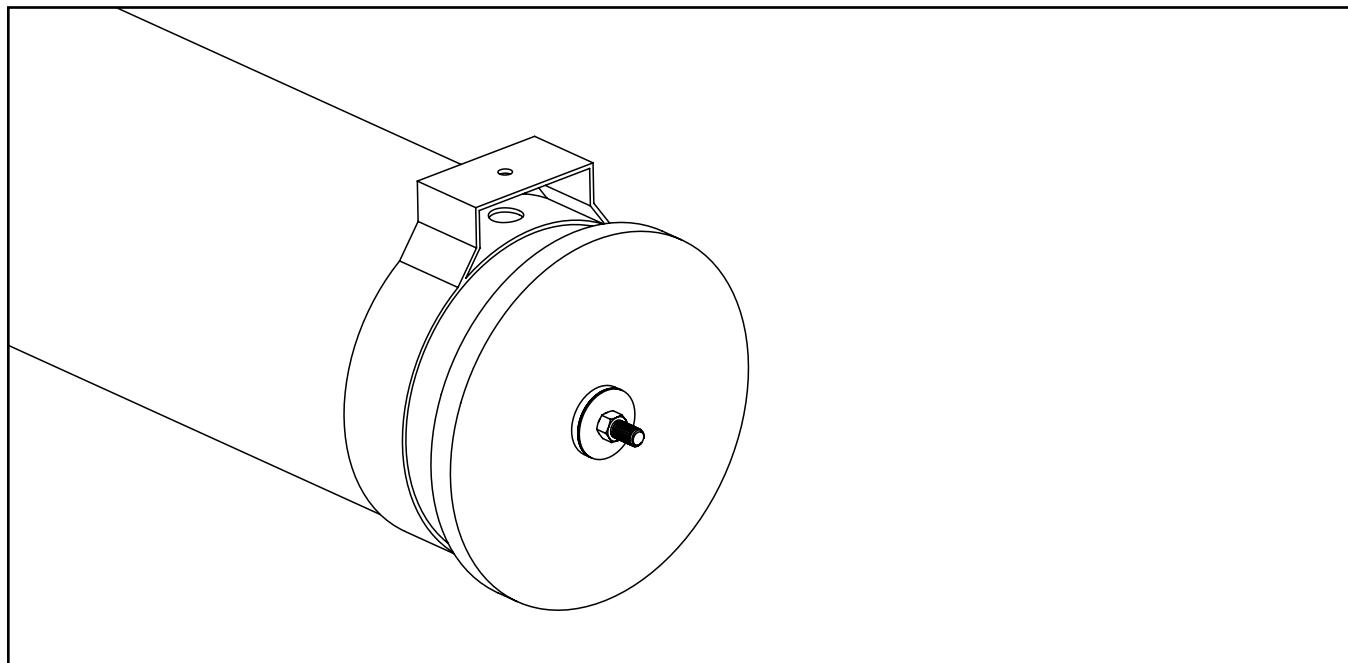

Figure 9. Support de montage de chaîne
3. Chain Mounting Bracket:**Figure 9. Chain Mounting Bracket**